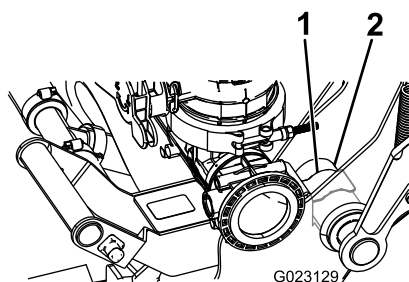

図 12
- D. そして、その位置から押して、クランプをピボットハウジングにはめる（図 12）。